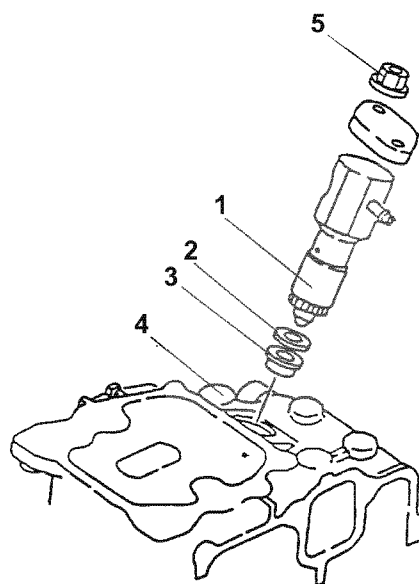

Рис. 36
Вставьте инжекторный клапан (Рис. 36, (1)) в головку (Рис. 36, (4)) вместе с шайбой (Рис. 36, (2)) и прокладкой форсунки (Рис. 36, (3)). Затем затяните специальной гайкой (Рис. 36, (5)).